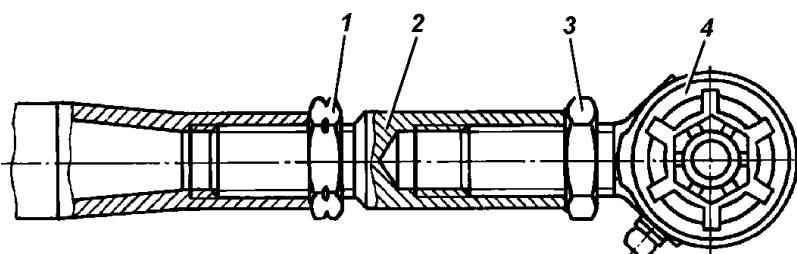

Рис. 12.7. Тяга рулевой трапеции:
4. Закрепите тягу в тисках, отверните стопорные гайки 1 (рис. 12.7) и 3 и выверните наконечники 4 и регулировочный штуцер 2.